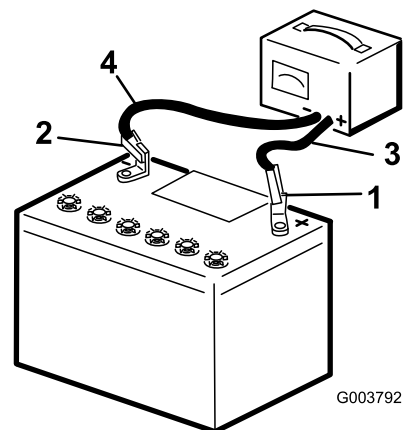

図 36
3. 25-30アンペアで10～15分、または4-6アンペアで30分、バッテリーを充電する（図 36）。充電しすぎないように注意すること。
4. 充電が終わったら、チャージャのプラグをコンセントから抜いてから、チャージャのリード線をバッテリー端子から外す（）図 36。